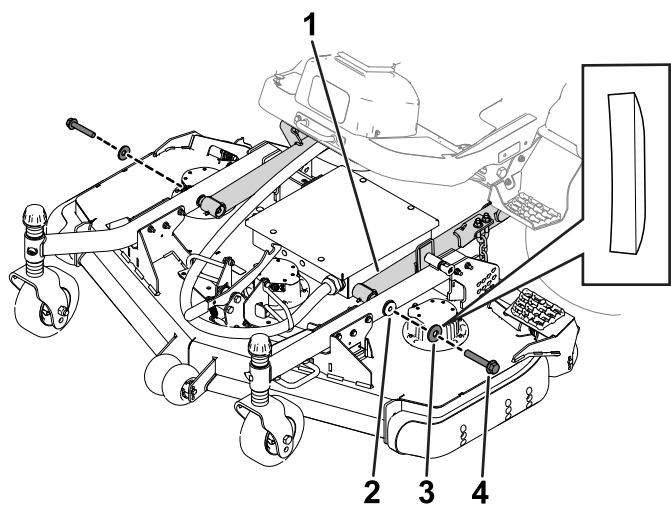

Figura 19
4. Retire los pernos y las arandelas que fijan los brazos de elevación a los brazos de las ruedas giratorias (Figura 19).